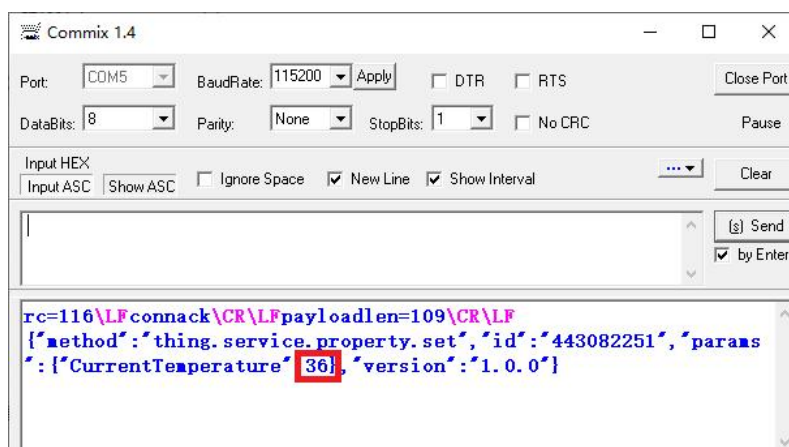

图 14-42 串口接收参数信息界面
(4) 设置后可在串口端接收到温度参数信息，如图 14-42 所示；